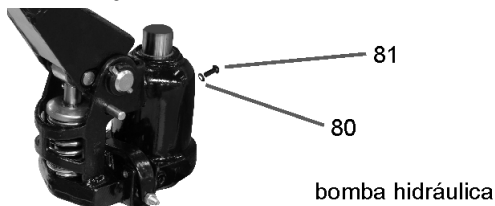

Fig. 10 – Completando ou substituindo o óleo
- Para o correto funcionamento do equipamento, utilize na bomba somente óleo hidráulico viscosidade ISO VG 32 (aproximadamente 250 ml). Verifique periodicamente o nível de óleo da bomba e caso necessário complete o volume. Também recomendamos substituir totalmente o óleo da bomba a cada 12 meses e, em caso de necessidade, substituir também os reparos. Para completar ou substituir o óleo, remova o parafuso “81” e o ring “80”, complete o volume de óleo e recoloque o ring “80” e o parafuso “81”, ver fig. 10.